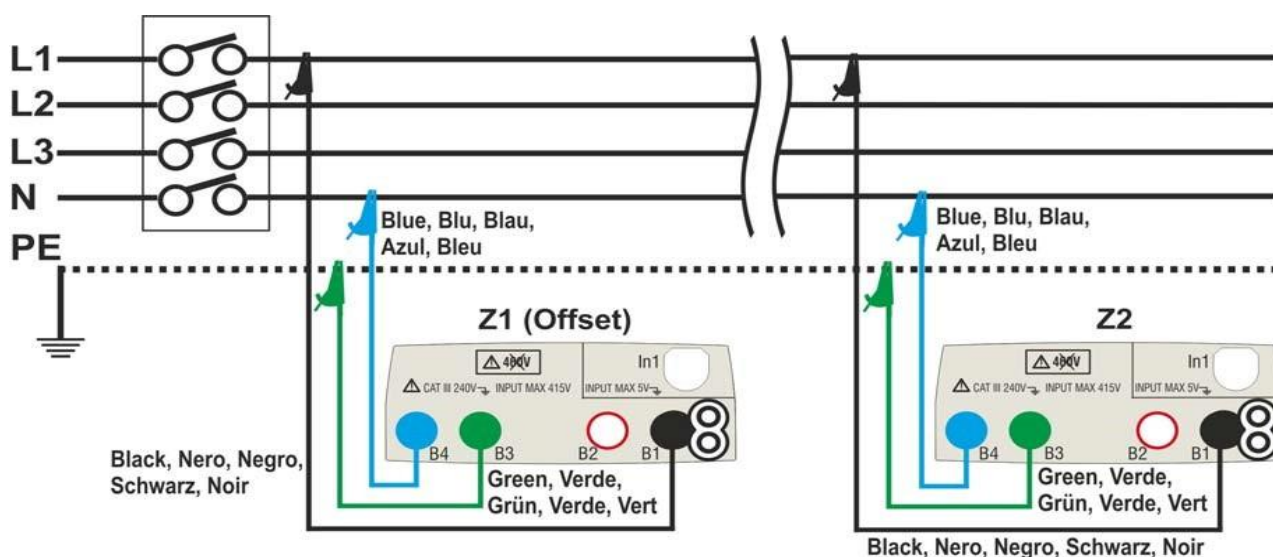
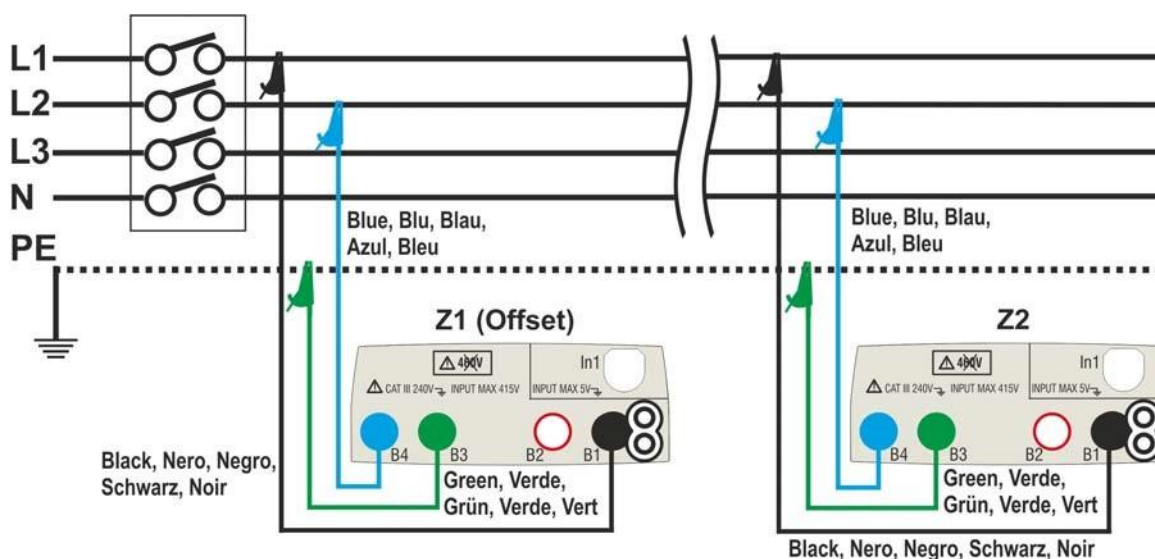

Fig. 32: Tilslutning af instrumentet til måling af spændingsfald i L-N-tilstand
Fig. 33: Tilslutning af instrumentet til måling af spændingsfald i L-L-tilstand.
2. Gå til trin nr. 9, hvis værdien af Z1 (forskydning) er indstillet manuelt. Hvis værdien af Z1 (Offset) IKKE er indstillet manuelt, **skal du slutte instrumentet til startpunktet for den hovedleder, der testes (normalt nedstrøms for en beskyttelsesanordning) i henhold til fig. 32 eller fig. 33 for at udføre den første Z1 (Offset) impedansmåling.** I dette tilfælde måler instrumentet impedansen opstrøms for startpunktet for hovedleder, der testes, med det som startreference.
9. Tilslut instrumentet til det sidste punkt på hovedlinjen under test i henhold til fig. 32 eller fig. 33 for at måle Z2-impedansen i slutningen af linjen. Billedet til siden vises. Bemærk den tidligere målte **Z1-værdi** (forskydning), der vises